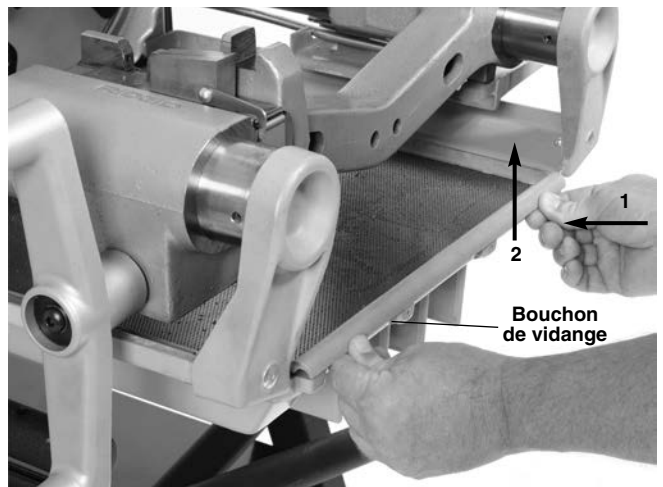

Figure 29 – Retrait du tiroir à copeaux
Pour retirer le tiroir à copeaux, (1) poussez-le vers le mandrin avant, puis (2) soulevez-le (Figure 29).